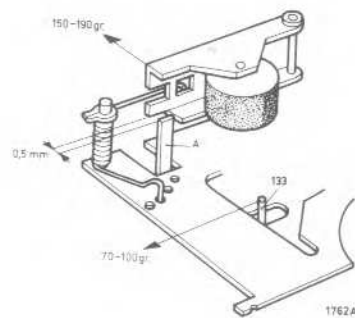

Fig. 2
Contrôle de la force du galet presseur 68 (voir fig. 2)
Vérification de la friction d'embobinage 133 (fig. 2)
- Si la hausse de courant est inférieure à 8 mA, la force de pression de la poulie de l'étrier de la friction d'embobinage 133 contre la plateau à bobine de droite, doit être réduite à 70 gr. au maximum (voir fig. 2).
- Si la hausse est supérieure à 16 mA, la force de pression doit être élevée jusqu'à 100 gr. maximum (voir fig. 2).